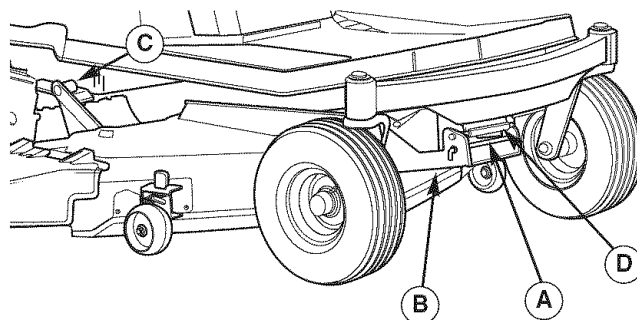

Figura 11. Componentes del Enganche de la Podadora
3. Deslice la cubierta de la podadora abajo del lado derecho del tractor. Deslice la podadora hacia atrás asegurándose de que los soportes de la podadora trasera (C, Figura 11) se deslicen arriba de las rampas en el bastidor. La parte trasera de la podadora es apoyada por estas rampas del bastidor.
4. Cuelgue el enganche de la podadora (B, Figura 11) en el collar de fijación del enganche del tractor (D) y asegure la varilla y el clip del enganche (A).